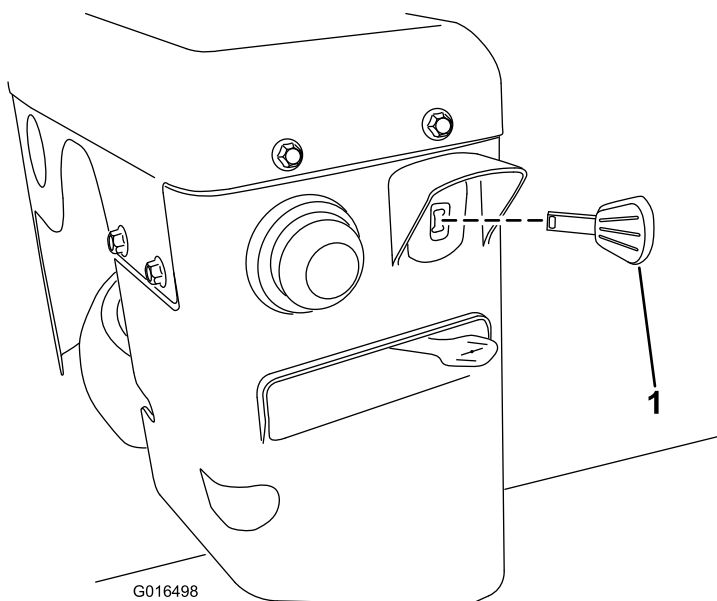

Figura22
3. Introduceți cheia de contact până la capăt (Figura22).